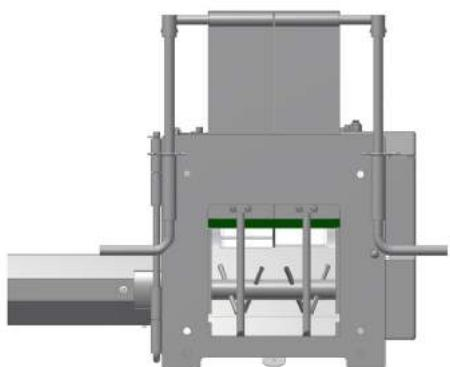

Fig.3
- Er zijn 2 types turbine beschikbaar, 500 - 1000 tpm (fig. 3).
- (1)- les 2 trappes ouvertes pour un débit maximum (voir fig.3).
- (1)- shutters opened for a maximum product flow (see fig. 3).
- (1)- beide Klappen geöffnet für maximale Förderleistung (siehe Abb. 3).